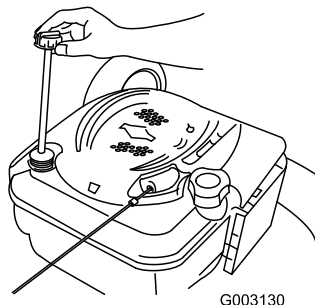

Figura 36
6. Rimuovete l'asta di livello dal tubo di riempimento dell'olio (Figura 36).